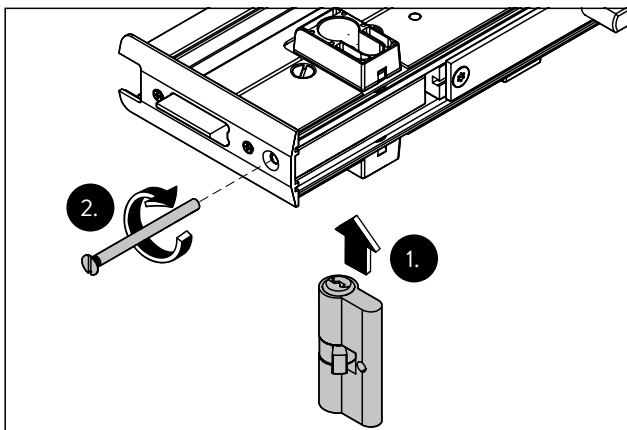

Abb. 14 Den Schließzylinder einsetzen und verschrauben
- Den Schließzylinder einsetzen. Dabei darauf achten, dass der Mitnehmer des Zylinders in die Aussparung passt (Abb. 14/1).
- Den Schließzylinder mit der Schraube von der Stirnseite verschrauben (Abb. 14/2).
4.4 Türhebel für Anschlagtüren (TA) montieren